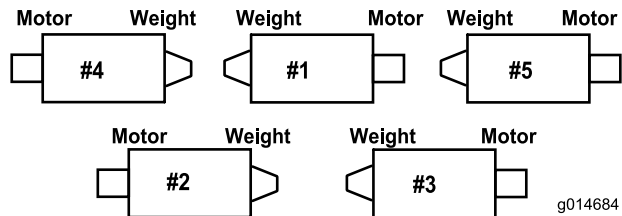
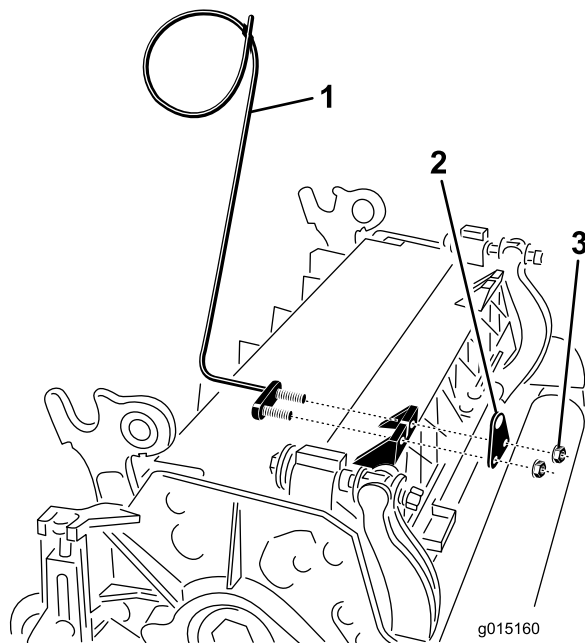
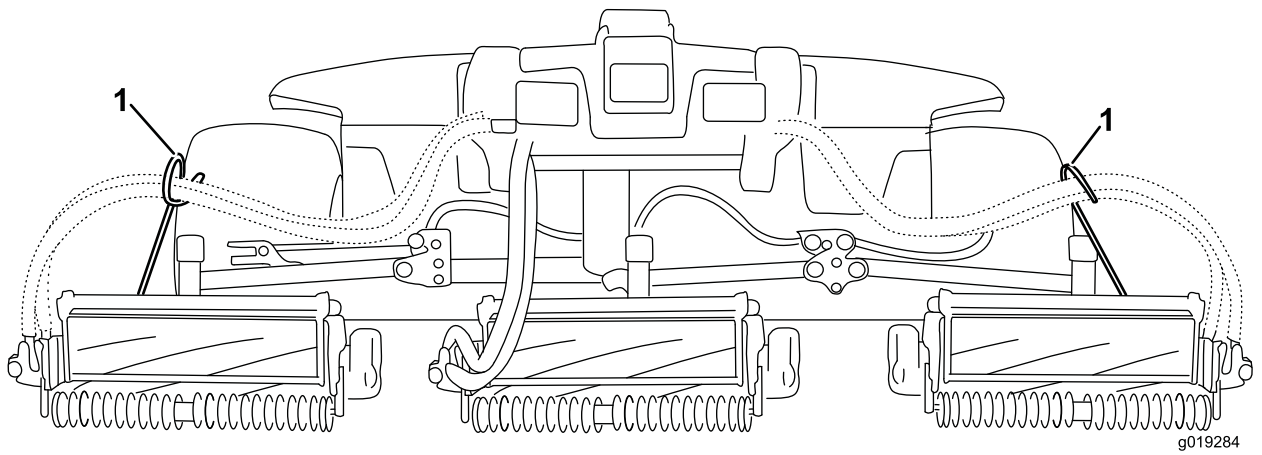

图7
图8
图9
**重要事项：** 在 4 号（左前）和 5 号（右前）滚刀组（图7）上，用杆支架安装螺母将软管导向架安装到滚刀组凸耳（图8）的前面。软管导向架应偏向于中心滚刀组（图8 和图9）。